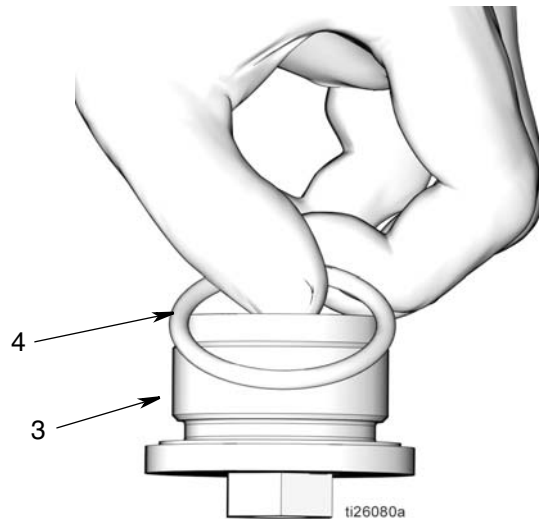

图 53
- d. 在 O 形圈 (4) 上抹上薄薄一层滑脂。将 O 形圈装到活塞防松螺母 (3) 上 (图 53)。